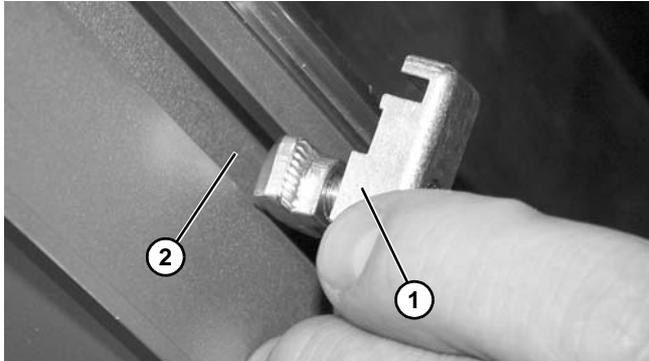

Figure 14
1. Placer les attaches de guidage (**Figure 14, élément 1**) dans les rainures en T du convoyeur (**Figure 14, élément 2**) comme illustré.